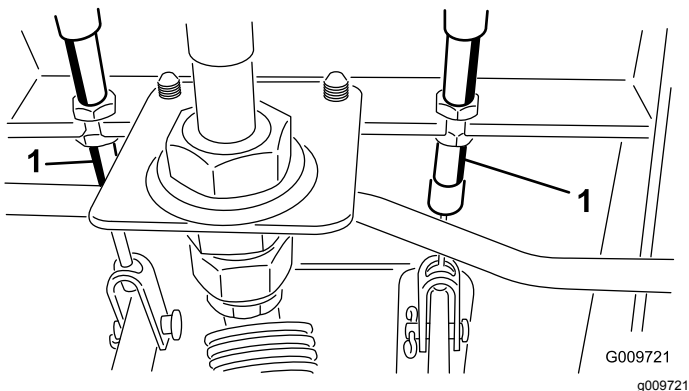

Рисунок 92
- А. Отпустите переднюю гайку на резьбовом конце троса тормоза (Рисунок 92).